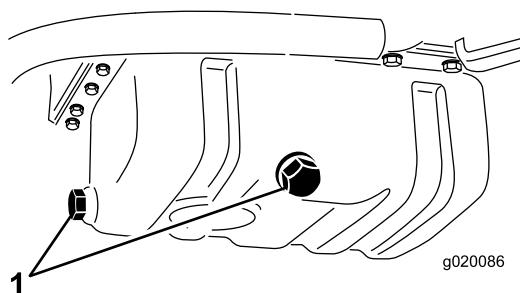

Figura 51
- Retire cualquier de los tapones de vaciado (Figura 51) y deje fluir el aceite a un recipiente apropiado. Cuando el aceite deje de fluir, coloque el tapón de vaciado.